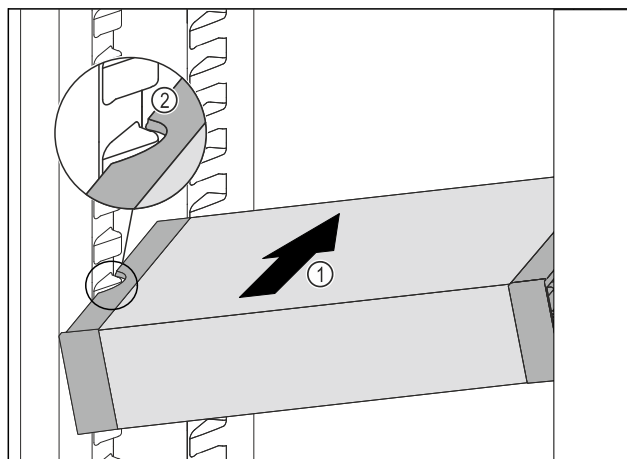

Fig. 176
- ▶ VarioSafe gurajte koso u hladnjak Fig. 176 (1) sve dok se bočni otvori Fig. 176 (2) ladice VarioSafe ne nađu na visini žljeba spremnika u hladnjaku.